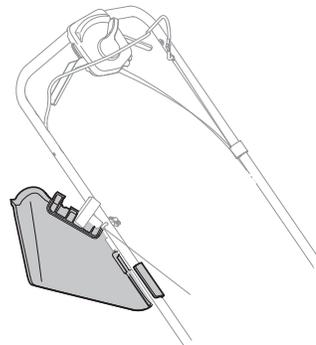

Figure 2-9
3. Fixez le déflexeur d'éjection sur le montant du guidon lorsqu'il n'est pas utilisé. Voir Figure 2-9.